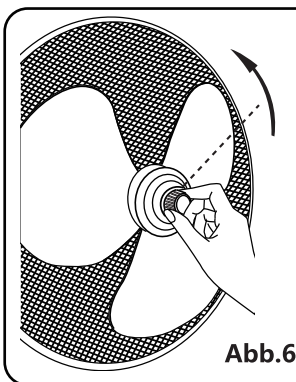

Abb.6
2. Montieren Sie die Rotorflügel auf der Welle. Achten Sie darauf, dass der Rotorwellenstift in die Nut der Blätter passt. Drehen Sie den Spinner gegen den Uhrzeigersinn, um die Rotorflügel anzuziehen. (Abb.6)